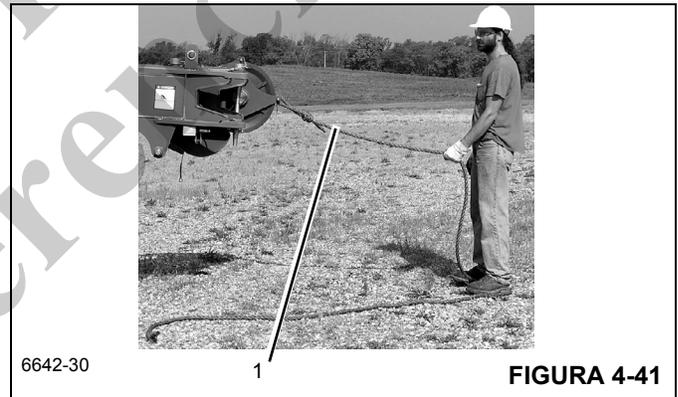

FIGURA 4-41
1. Baje la pluma y fije el cable guía (1, Figura 4-41) a la punta del plumín. La Figura 4-41 ilustra las extensiones de 7 m (23 pies) y 10.1 m (33 pies) juntas.